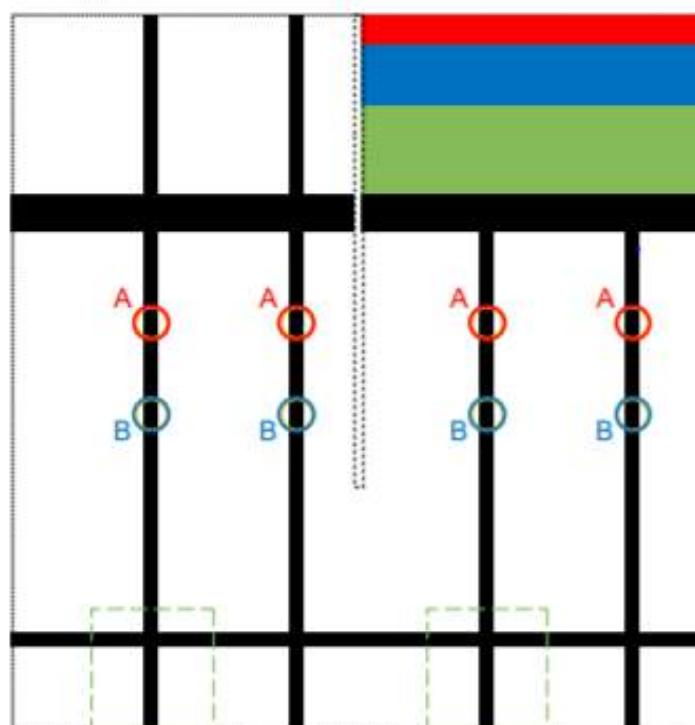

Рисунок 4. Возможное расположение мячей
1. Подбросьте монетку, чтобы определить местонахождение первого шара. Орёл означает расположение мяча в позиции А (см. рисунок 4), решка означает расположение мяча в позиции В.